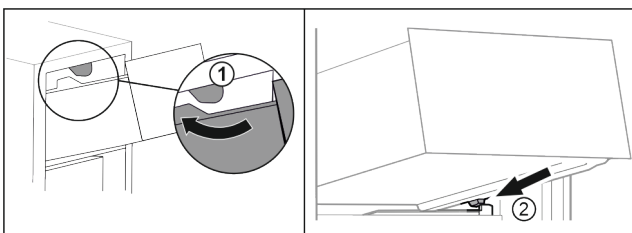

Fig. 74
- ▶ Обвести висувний ящик навколо верхнього стопора. Fig. 74 (1)
- ▶ Встановити висувний ящик за нижніми стопорами на ребро для резервуару навкоси. Fig. 74 (2)